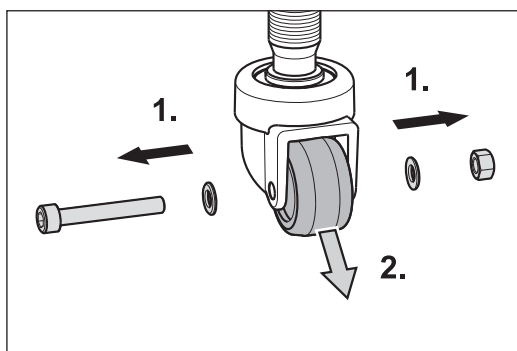

Abb. 61 Die Schraube, die Scheiben und die Mutter entfernen (1.) und das Laufrad aus der Radgabel ziehen (2.).
- 3 Entfernen Sie von der Radgabel die Schraube mit den Scheiben und der Mutter (Abb. 61, 1.).
- 4 Ziehen Sie das Laufrad aus der Radgabel (Abb. 61, 2.)